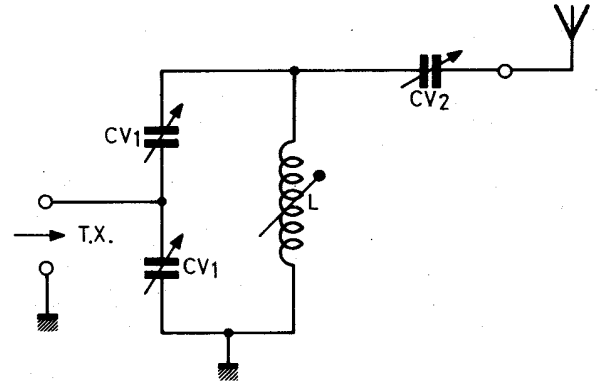

Fig. 10 – Le «transmatch»
- le «**transmatch**» (fig. 10) . Ce coupleur présente l'inconvénient de nécessiter l'emploi: